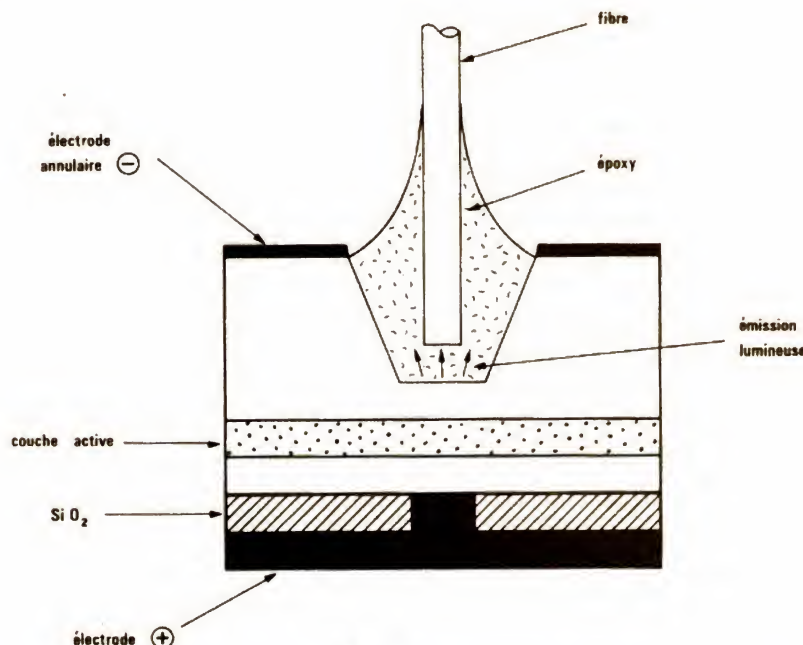

Fig. 7
Dans la pratique, la réalisation de cette diode et son couplage à la fibre optique conduisent à la configuration de la figure 7, connue sous le nom de « type de Burrus », qui est celui du chercheur l'ayant mise au point vers 1970. Le problème principal est l'optimisation du couplage, afin d'injecter dans la fibre une proportion aussi grande que possible du rayonnement produit. Cela nécessite, notamment, une faible surface émissive, obtenue en concentrant le courant de la diode grâce à un contact dorsal de petites dimensions, limité par une couche d'oxyde isolant.
Les indices de réfraction des couches (1) et (3) étant légèrement inférieurs à ceux de la zone centrale, celle-ci devient le noyau d'un guide de lumière plan, où se trouve confiné le rayonnement. La lumière émise vers l'extérieur s'échappe latéralement, contrairement à ce qui se passait dans la LED de la figure 7.